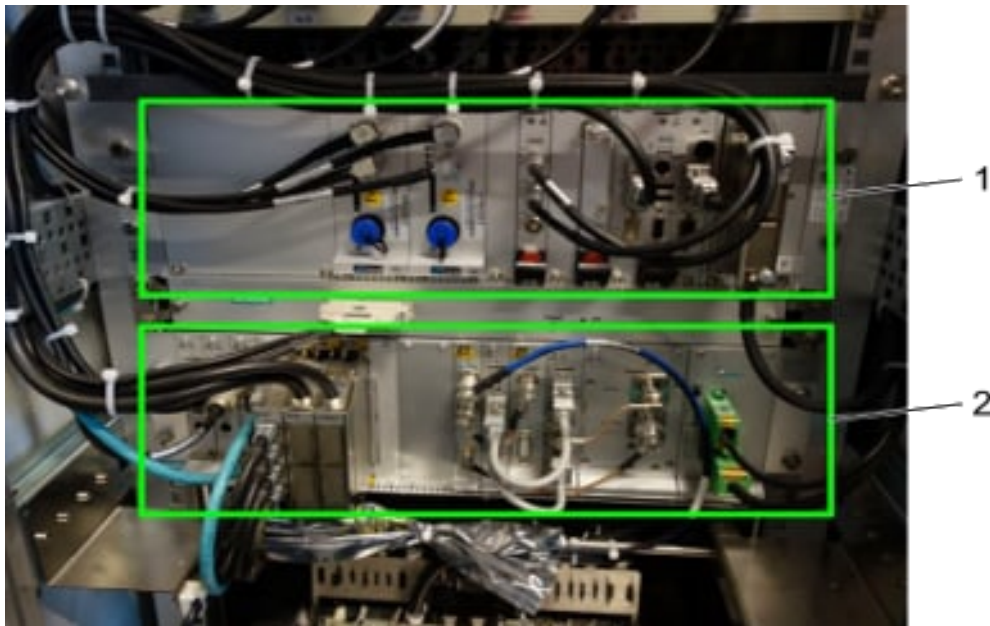

Abb. 38: Schaltschrank ETCS (+13a)
Der Kern der ETCS-Fahrzeugeinrichtung ist der EVC (European Vital Computer). Der EVC ist der zentrale Fahrzeugrechner für den ETCS-Betrieb und ist im Schaltschrank ETCS (+13a) verbaut, siehe Abb. 38 (2).
Für Diagnosezwecke und zur Funkkommunikation (via GSM-R) mit dem RBC (Radio Block Center) wird der NVC (Non-Vital Computer) eingesetzt. Dieser befindet sich ebenfalls im Schaltschrank ETCS (+13a), siehe Abb. 38 (1).